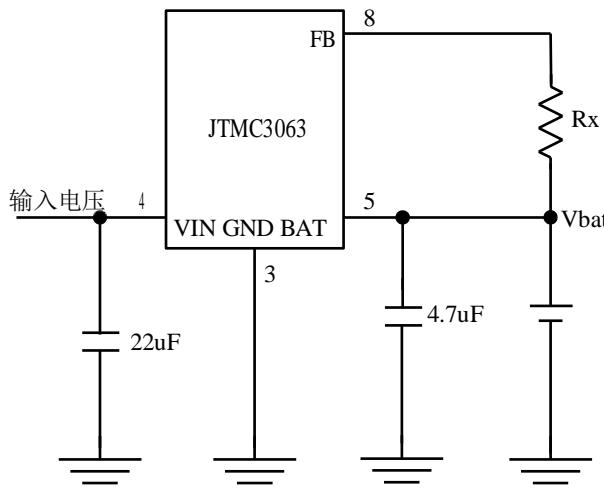

图 5 调整恒压充电电压
如果在 JTMC3063 的电池电压 Kelvin 检测输入端(FB) 和电池正极之间接一个电阻，可以提高电池正极的恒压充电电压，如图 5 所示。
如果采用图 5 中的连接方式，那么在电池的正极电压 Vbat 为：